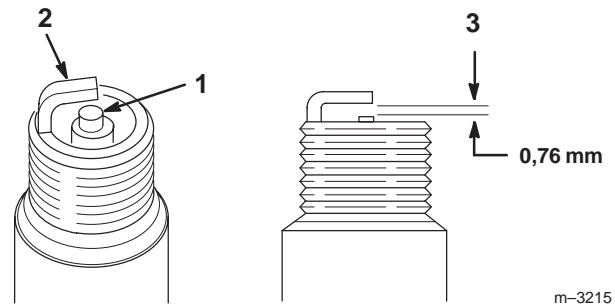

Bild 23
1. Sehen Sie sich die Mitte der Zündkerze an (Bild 23). Wenn der Kerzenstein hellbraun oder grau ist, ist der Motor richtig eingestellt. Eine schwarze Schicht am Kerzenstein weist normalerweise auf einen schmutzigen Luftfilter hin.
2. Prüfen Sie den Abstand zwischen den mittleren und seitlichen Elektroden (Bild 23).
3. Verbiegen Sie die seitliche Elektrode (Bild 23), wenn der Abstand nicht stimmt.